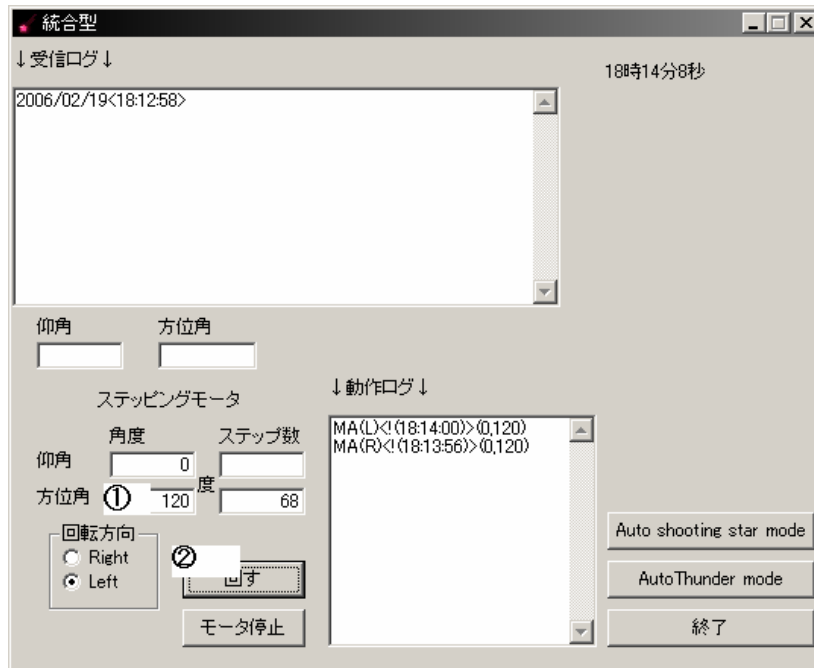
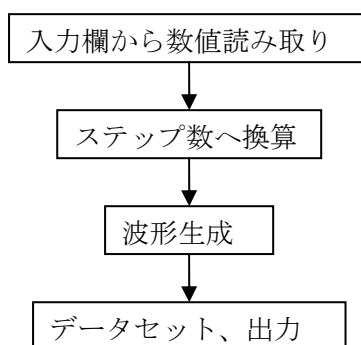

図 3-2 操作画面
図 3-3 マニュアルモードのフローチャート
本研究にて開発したプログラムには 3 つのモード、即ち、マニュアルモード、流星自動モード、サンダー自動モードを用意した。マニュアルモードは図 3-2 の①のテキストボックスに入力した値を図 3-2 の②の「回す」ボタンを押すことによって入力値に対応したモータの回転動作をさせるモードである。このモードでは RS-232C からの入力が必要なく、デバッグの他、主に初期設定時のカメラ視野決定に用いることを想定している。マニュアルモードでのフローチャートを図 3-3 に示す。